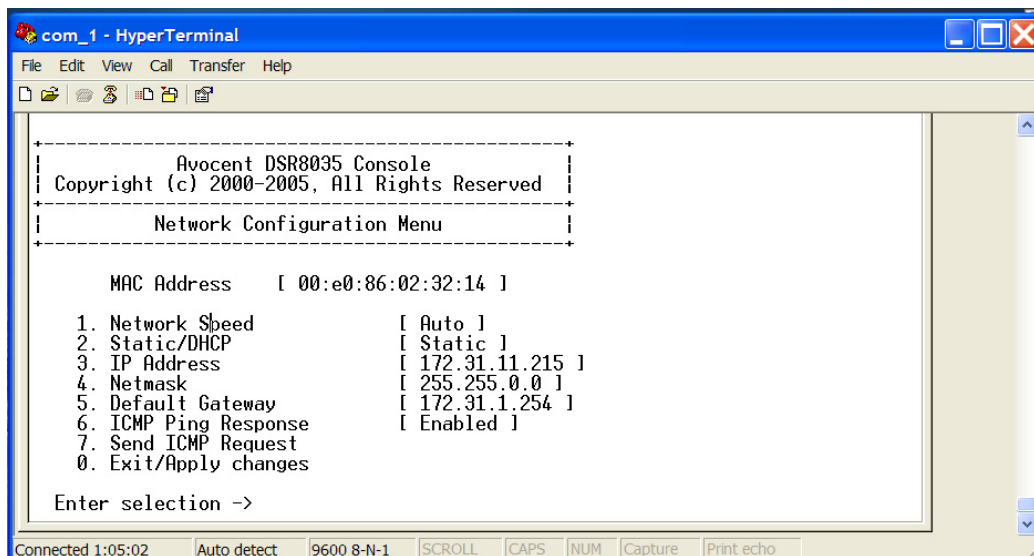

Figure 6.2 : Menu Network Configuration (Configuration réseau)
2. Dans le menu principal de la console, saisissez **1** et appuyez sur **Entrée** pour accéder à l'option de menu Network Configuration (Configuration réseau), comme indiqué à la Figure 6.2.